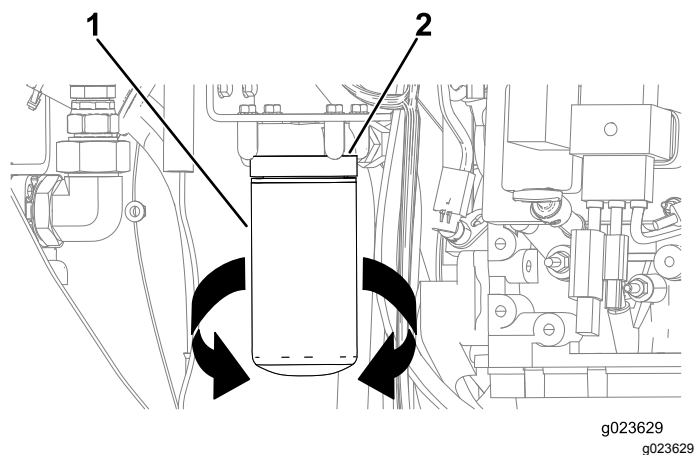

Figure 93
3. Placez un bac de vidange ou plusieurs chiffons sous le filtre à huile et son adaptateur (Figure 93).
4. Tournez le filtre à huile dans le sens antihoraire et déposez-le (Figure 93).
8. Alignez le filtre à huile sur son adaptateur et tournez-le dans le sens horaire jusqu'à ce que le joint du filtre rejoigne l'adaptateur (Figure 93).
9. Serrez le filtre à huile à la main de 1/2 tour supplémentaire (Figure 93).